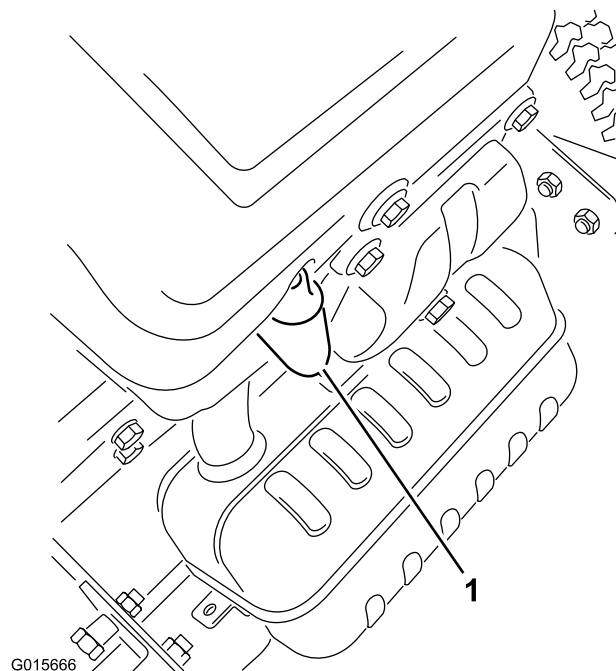

Figure 22
4. Débranchez la bougie (Figure 22).